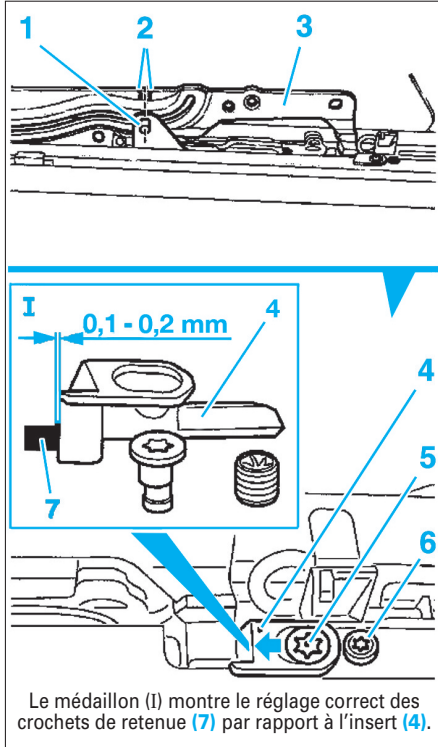

FIG. 37
- Enfoncer le mécanisme de guidage de la coulisse (1) vers l'arrière et régler l'insert (6) avec le boulon de réglage de l'insert jusqu'à ce qu'il n'y ait plus de jeu entre le crochet de retenue (5) et l'insert (6).
- Serrer l'élément d'insert (6) sur l'unité de commande.
- Faire glisser les boulons d'assemblage (1) du guidage sur le côté (3) à l'arrière, de niveau avec les encoches de réglage du guidage (2). Tourner l'insert (4) à travers le boulon de réglage de l'insert (5) de 0,1 mm jusqu'à 0,2 mm vers l'avant.
- Visser l'élément de fixation d'insert (6) (Fig.37).